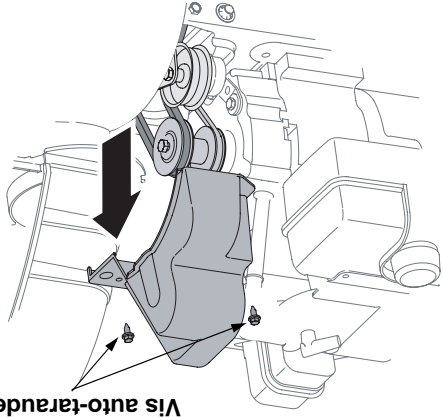

Figure 22
- Démontez le couvre-courroie en retirant les deux vis auto-taranduses qui le maintiennent sur le châssis de la souffeuse. Voir la Figure 22.
Démontez le couvre-courroie en retirant les deux vis auto-taranduses qui le maintiennent sur l'habitacle de la souffluse. Voir la Figure 22.